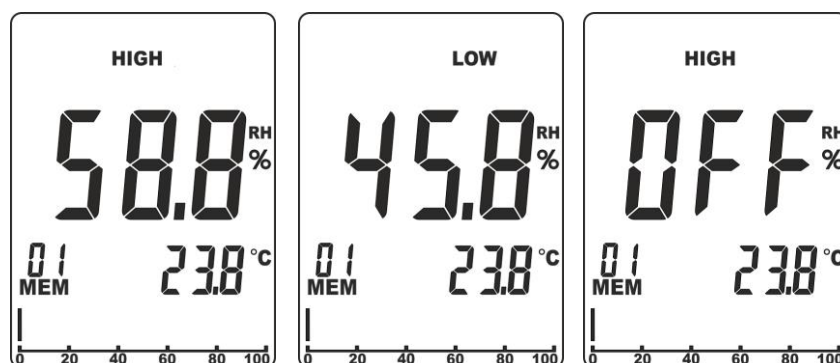

Abb. 5: Einstellung von Alarm-Schwellen für die Messung %RH
1. Drücken und halten Sie die Tasten **RH%** und **MODE/ZERO** gleichzeitig einige Sekunden lang. Das Symbol "HIGH" wird im Display auf der Oberseite angezeigt (siehe Abb. 5 – linke Seite).
- Benutzen Sie die Pfeiltasten ◀ oder ▶ zur Einstellung des maximalen Grenzwerts im Bereich: **0.1% ÷ 99.9%**. Bei diesen Bedingungen gibt das Gerät einen **intermittierenden** Ton ab, wenn der gemessene Feuchtigkeitswert die Alarmgrenze überschreitet. Wählen Sie **“OFF”** zur Deaktivierung der Alarmgrenze (siehe Abb. 5 – rechte Seite).
- Drücken Sie die Taste **MEM/ALM** zur Bestätigung und zum Wandern zur Einstellung des minimalen Grenzwerts. Das Symbol **“LOW”** wird im Display auf der Oberseite angezeigt (siehe Abb. 5 – Mitte).